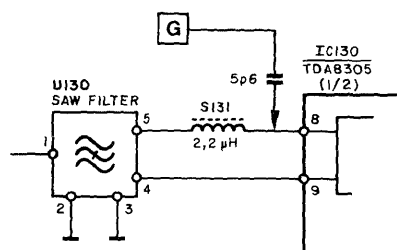

Fig. 3
Conectar um gerador de sinal como indicado na fig. 3 e ajuste a frequência para 45,75 MHz. Interligar os pinos 7 e 22 do IC130 através de um resistor de 1k $\Omega$ . Conecte um voltímetro no pino 18 do IC130 e ajuste S045 para 6V (DC). Remova o resistor.